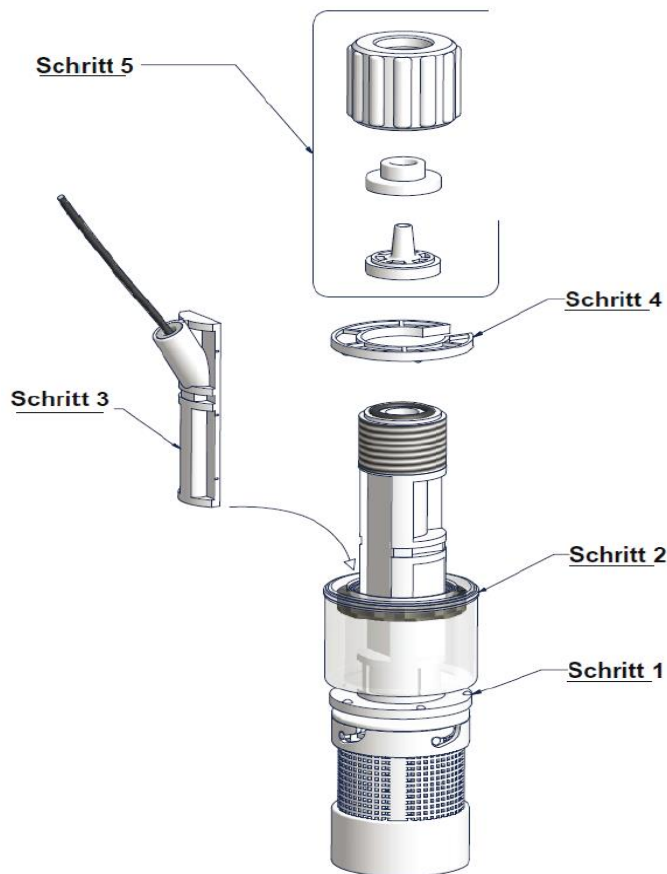

Abb. 4.5
**Montage des Niveauschalters in 5-Schritten** (gemäß Abb. 4.5)